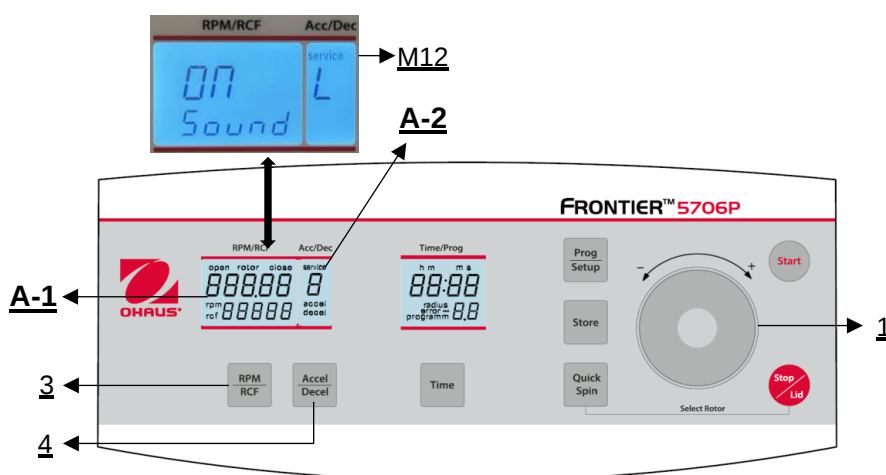

Figura 30
Procedere come descritto al punto 4.1.1 per entrare in questa modalità di programma e poi premere il tasto **"Accel/Decel"** (4). Nel display **"Acc/Dec"** (A-2) lampeggia la parola **"Service"** (M12). Selezionare ora la lettera **"L"** con la rotella di regolazione (1). Sul display **"RPM | RCF"** (A-1) appare la scritta **"On Sound"**. Se ora si preme il tasto **"RPM | RCF"** (3), la parola **"On"** lampeggia e si può disattivare il suono con la rotella (1) (vedere Figura 30).